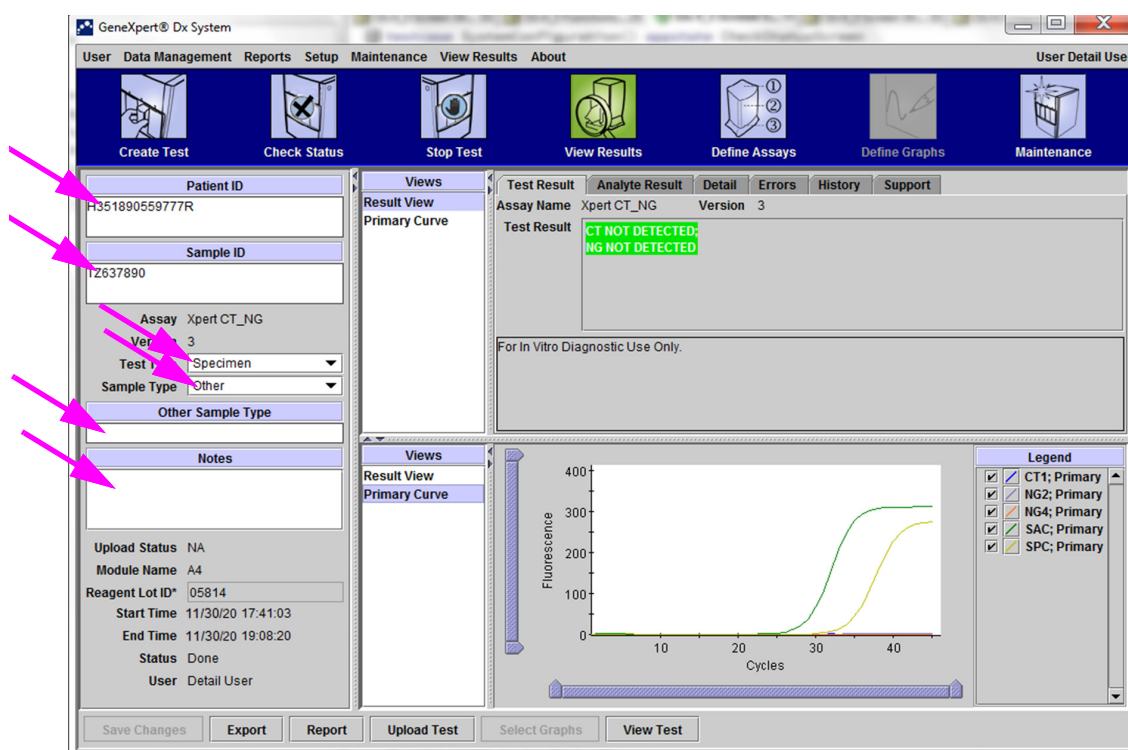

Figura 5-47. Fereastra Vizualizare rezultate GeneXpert Dx (vizualizarea utilizatorilor Detalii și Administrator)
Pentru fiecare test, puteți edita ID pacient (Patient ID) și ID pacient 2 (Patient ID 2) (dacă sunt activate), ID probă (Sample ID), Tip de test (Test Type), Tip de probă (Sample Type), Alt tip de probă (Other Sample Type) și Note (Notes). Pentru a face acest lucru, în fereastra Vizualizare rezultate (View Results) (consultați Figura 5-47), editați ID probă (Sample ID), Tip de test (Test Type), Tip de probă (Sample Type), Alt tip de probă (Other Sample Type) și Note (Notes) (consultați Figura 5-47). ID-urile probelor nu pot include următoarele caractere: | @ ^ ~ & / : * ? " < > ' \$ % ! ; () -.
1. În fereastra sistemului GeneXpert Dx, faceți clic pe **Vizualizare rezultate (View Results)** pe bara de meniu. Se afișează fila **Rezultat test (Test Result)**. Consultați Figura 5-47.